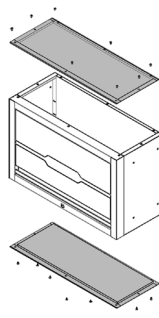

Figure 3.
3. Fixez les panneaux supérieur et inférieur (n° 6) avec des vis M4 x 10 (fig. 3).